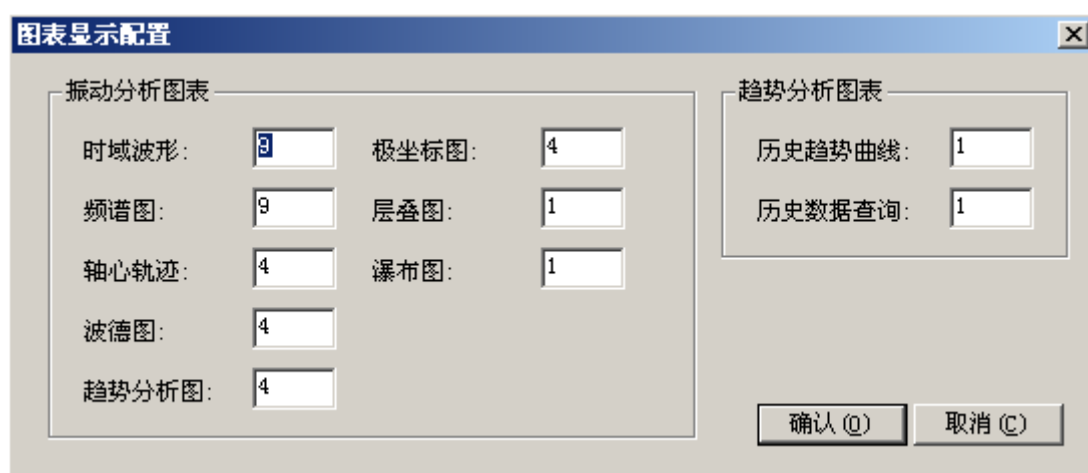

图 4.44 预定义图表配置
- “图表设置”菜单的“预定义图表配置”框，可配置每种图表同时打开的个数，如图 4.44 所示；